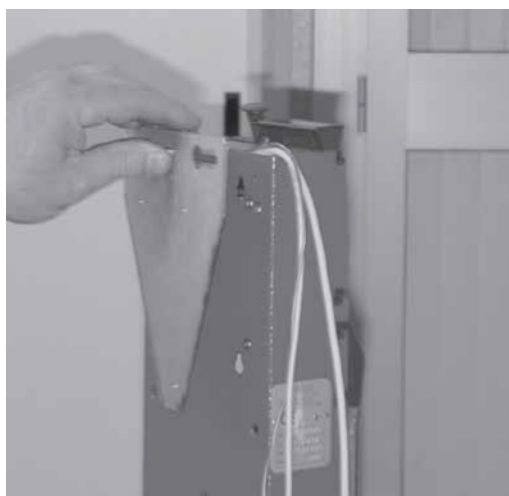

Рис.39
- Снимите опорный кронштейн с автомата (Рис. 39).